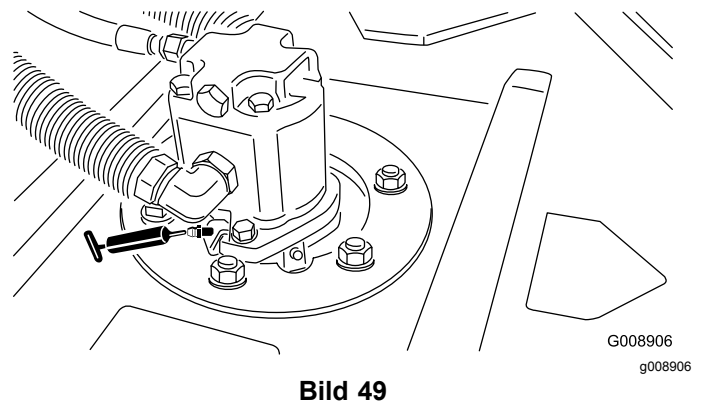

Bild 49
- Spindelwellenlager des Mähwerks (2 pro Mähwerk) (**Bild 49**)